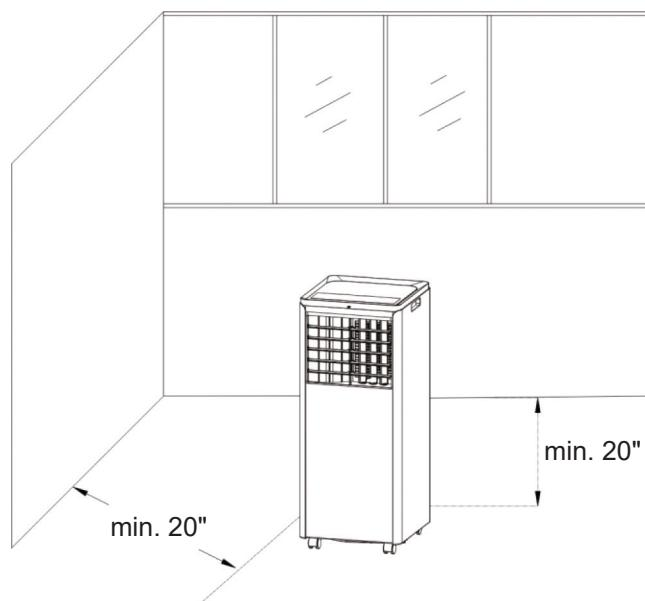

Figure 4
1) Déplacez l'appareil avec le tuyau de chauffage et les raccords installés devant la fenêtre, et la distance entre le corps et les murs ou d'autres objets doit être d'au moins 20" (comme indiqué sur la figure 4).